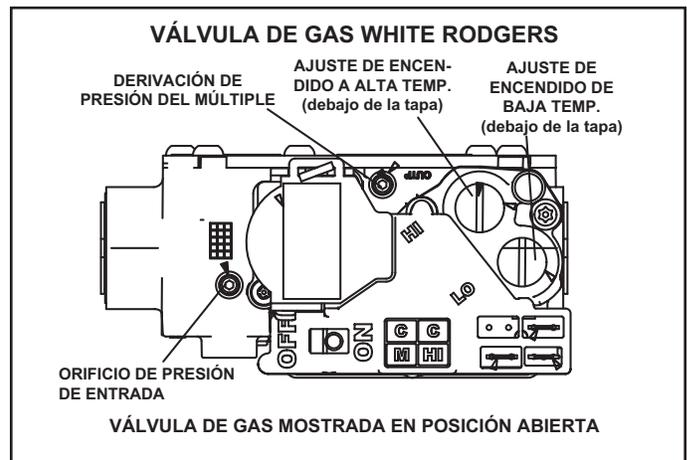

FIGURA 24
Operación de la válvula de gas (FIGURA 24)
- 6 - Mueva el interruptor en la válvula de gas a la posición OFF (apagado). No lo fuerce. Ver la FIGURA 24.
- 8 - Mueva el interruptor en la válvula de gas a la posición ON (apagado). No lo fuerce. Ver la FIGURA 24.
- 4 - Mueva el interruptor en la válvula de gas a la posición OF (apagado). No lo fuerce. Ver la FIGURA 24.
Un tapón roscado en la válvula de gas permite acceso a la presión de suministro. Ver FIGURA 24. Retroceda el tornillo hexagonal de 3/32 una vuelta, conecte un tubo de 5/16 y conéctelo a un manómetro para medir la presión de suministro. Ver la TABLA 21 para la presión de la línea de suministro.
Un orificio de presión del múltiple en la válvula de gas permite acceso a la presión del múltiple. Ver FIGURA 24. Retroceda el tornillo hexagonal de 3/32 una vuelta, conecte un tubo de 5/16 y conéctelo a un manómetro para medir la presión del múltiple.
- 4 - Haga ajustes si es necesario. La FIGURA 24 muestra la ubicación de los tornillos de ajuste de encendido de alta y baja temperatura.